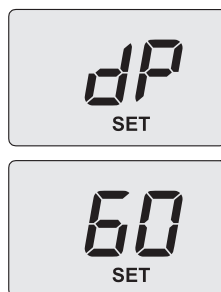

Figura 9.13
- Utilizzare i tasti 14 o 15, sul display LCD le lettere **dp** si alternano con il valore di temperatura dell'acqua di riscaldamento (es. **60**) e compare la scritta "**SET**", indicanti l'entrata nell'attivazione della "funzione spazzacamino" alla potenza massima in sanitario (Figura 9.13);